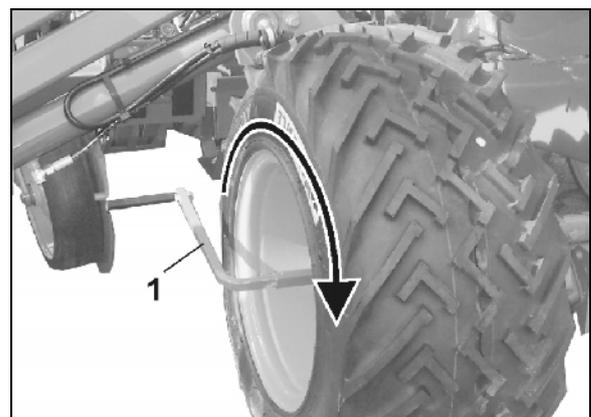

Fig. 52
6. Introducir la manivela de calibración en el eje (Fig. 52/1) en la rueda de accionamiento derecha.